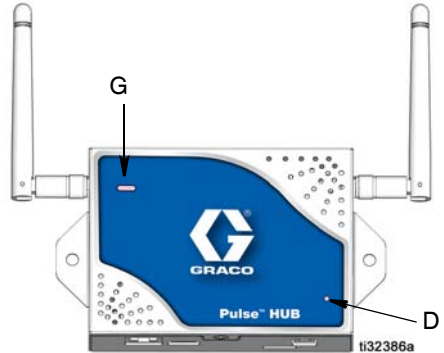

FIG. 5
Una vez instalado el HUB Pulse, verifique que se ilumine la luz de encendido (D) (Fig. 5) y que el HUB funcione correctamente.
El estado del software de gestión de fluidos Pulse se indica mediante la luz de estado del HUB (G) (Fig. 5). Consulte la tabla Luces de estado del HUB de abajo para ver definiciones de diagnóstico.